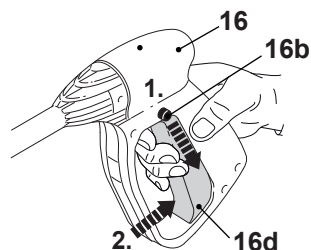

Fig. 18
4. Desactive el dispositivo de bloqueo del gatillo pulsando su correspondiente botón (16b) (Fig. 18).